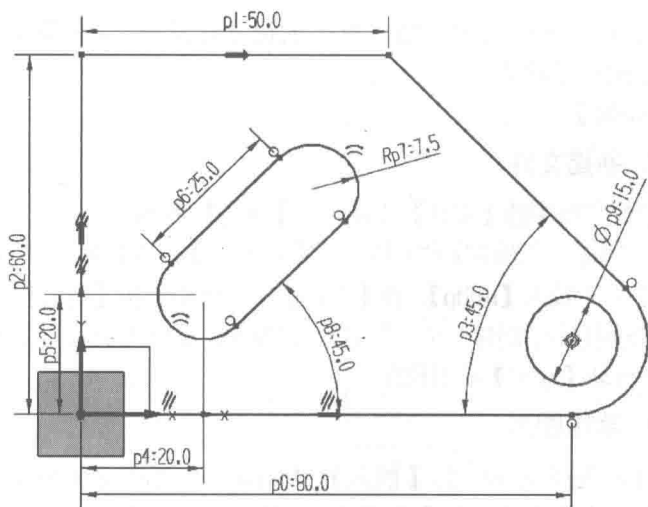

图 1-1-16 添加尺寸约束后的草图
(9) 添加尺寸约束。在【草图工具】工具条中选择  (自动判断的尺寸) 按钮, 按照图 1-1-16 所示的尺寸进行标注, $p_4=20$, $p_5=20$, $p_6=25$, $R_{p7}=7.5$, $p_8=45$, $\phi p_9=15$, 此时草图曲线全部转换成绿色, 表示已经完全约束。